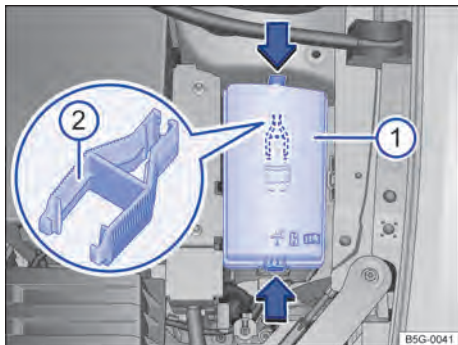

Fig. 213 No compartimento do motor: cobertura da caixa de fusíveis com pinça de plástico.
- Pressionar os botões de travamento no sentido da seta para destravar a cobertura da caixa de fusíveis → Fig. 213 ①.